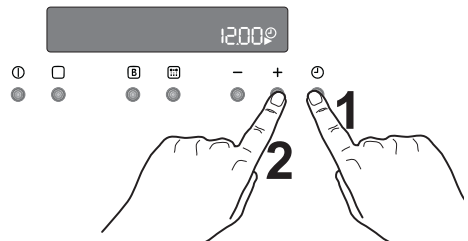

Abb. 1
1. Drücken Sie die Taste  und stellen Sie, während das Symbol  blinkt, die Uhrzeit mit den Tasten “-” oder “+” ein (Abb. 1).